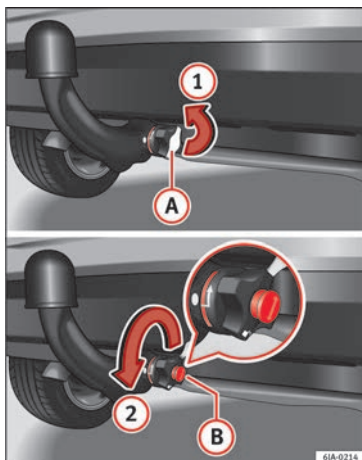

Fig. 201 Retirar a tampa da fechadura/abrir a fechadura com a chave.
- Retire a tampa **(C)** que cobre a fechadura da roda manual no sentido da seta **(1)** »» **Fig. 201**.